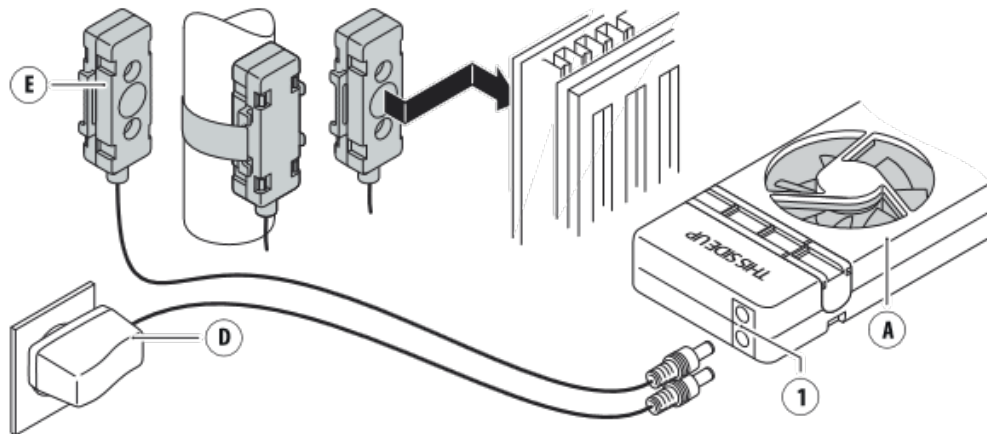

Abb. 3 - Anschließen des Netzadapters (D) und Temperaturfühlers (E).
3. Verbinden Sie das **Temperaturfühlerkabel** (E) mit einer der **Anschlussbuchsen** (1) des **SpeedComfort** (A).
4. Bringen Sie den **Temperaturfühler** (E) mit den verstellbaren Magneten (B) auf der Rückseite des Heizkörpers in der Nähe des Warmwasserzulaufrohrs oder am Rohr selbst an (siehe Abb. 3). Stellen Sie die Magnetschieber auf die korrekte Breite ein.
5. Verbinden Sie den **Netzadapter** (D) mit der verbleibenden **Anschlussbuchse** (1) und der Steckdose (siehe Abb. 3).